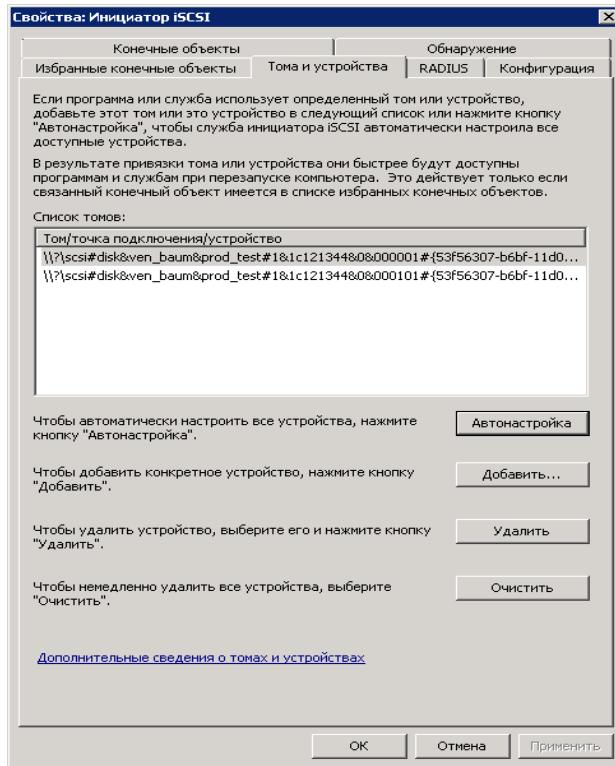

Рисунок 125. Настройка доступа по протоколу iSCSI
3. На вкладке «**Конечные объекты**» задайте IP-адреса контролеров СХД.БАУМ, используя кнопку «**Быстрое подключение**» (см. Рисунок 125).
4. На вкладке «**Тома и устройства**», нажав кнопку «**Автонастройка**», подключите устройства. В разделе «**Управление дисками**» панели «Управление компьютером» убедитесь, что видны диски доступные по разным маршрутам (см. Рисунок 125).